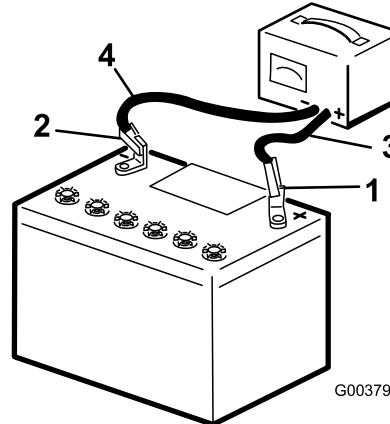

Bild 44
2. Laden Sie die Batterie für 10-15 Minuten mit 25 A bis 30 A oder 30 Minuten lang mit 4 A bis 6 A (Bild 44). Überladen Sie die Batterie nicht.
3. Wenn die Batterie voll geladen ist, ziehen Sie den Stecker des Ladegeräts aus der Dose. Klemmen Sie dann die Klemmen des Ladegeräts von den Batteriepolen ab (Bild 44).